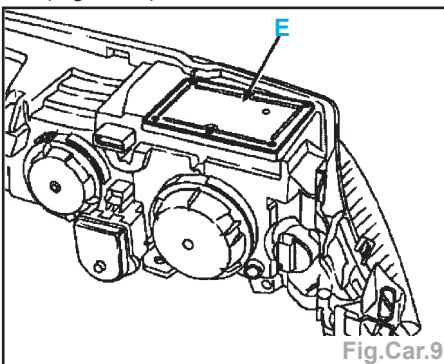

Fig.Car.9
- deux calculateurs (Ballast) intégrés aux projecteurs (E) (un par projecteur) (Fig.Car.9).